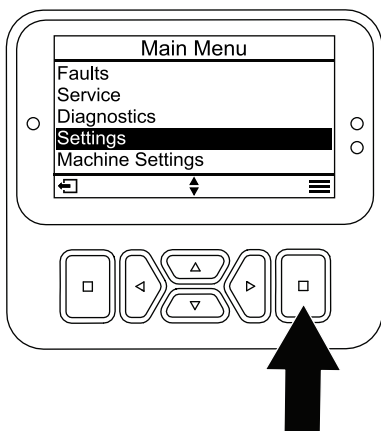

Figure 2
1. Depuis le MENU PRINCIPAL, naviguez jusqu'au menu RÉGLAGES et appuyez sur le bouton de sélection (Figure 2).